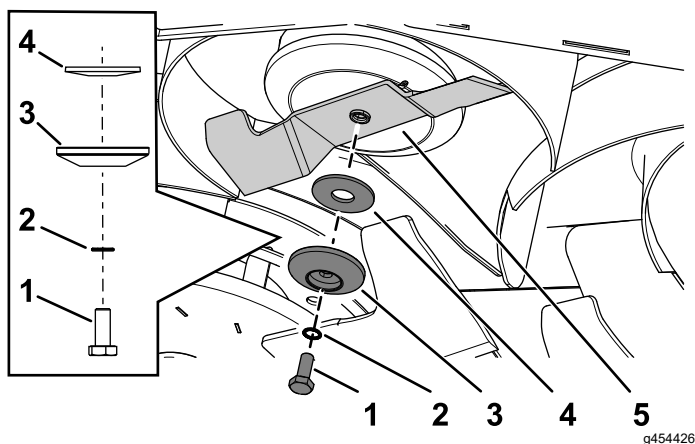

Bild 104
2. Entfernen Sie die Messerschraube, die Rippenscheibe, den Messerhalter, die Wellenscheibe und das Messer von der Spindelwelle. (Bild 104).